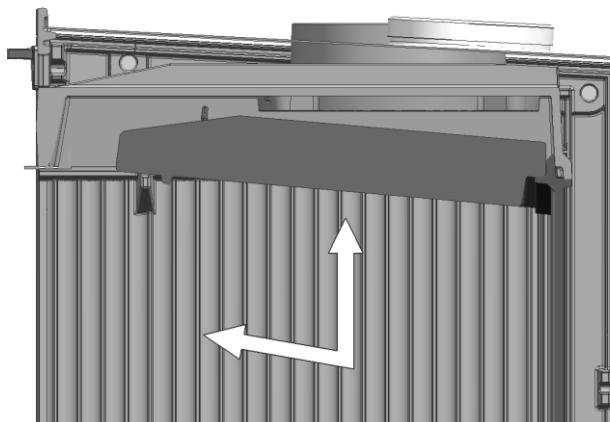

Fig. 1
1. A –Deslizar la placa deflectora hacia delante y hacia arriba hasta sacar los pivotes de los laterales de los alojamientos del propio deflecto (Fig.1)
- a) Mantenga alejado cualquier material combustible (muebles, cortinas, ropa, etc.), a una distancia mínima de seguridad de 0,90m. (Fig.1)